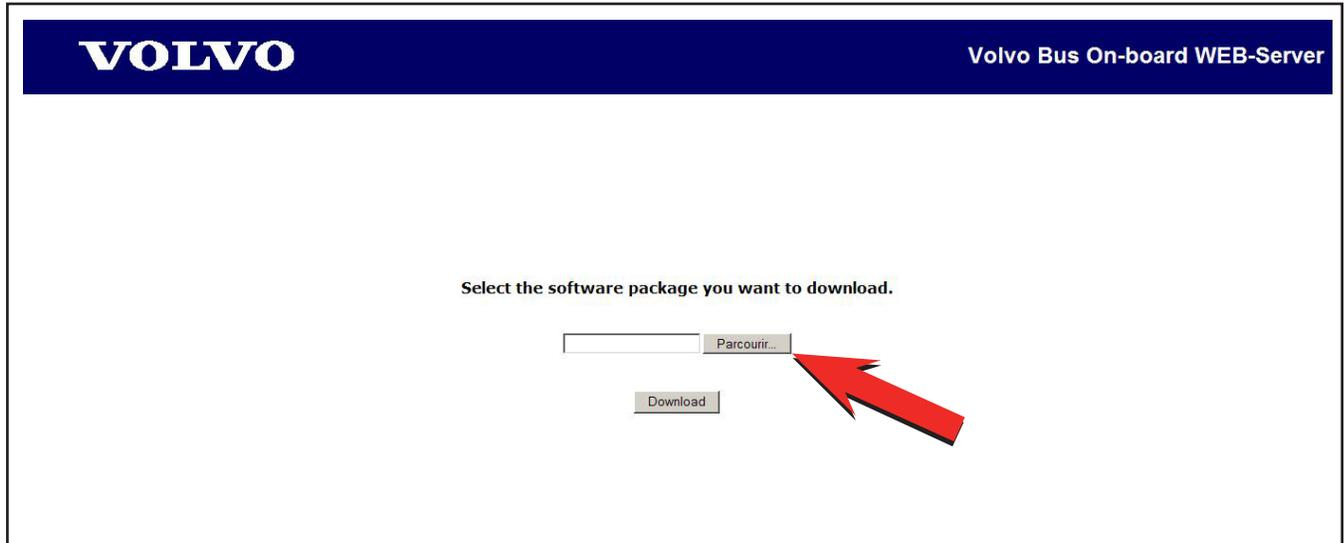

Figure 15 - Commande de recherche d'un fichier
11. Une nouvelle fenêtre s'ouvre et demande l'emplacement du programme à télécharger. Voir Figure 15.
12. Cliquer sur **PARCOURIR** et rechercher l'emplacement où le programme se trouve sur l'ordinateur. Si le fichier est joint à un courriel, sauvegarder ce fichier sur le bureau de l'ordinateur, ou créer un répertoire qui servira à archiver tous les programmes téléchargés. Voir Figure 15.